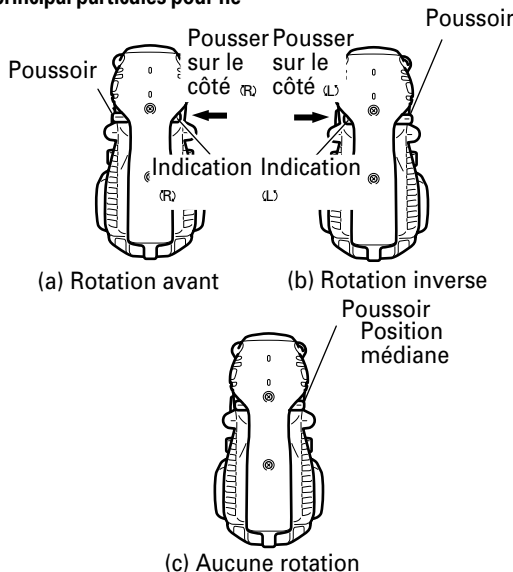

Fig. 11 Schéma, côté poignée
6. Vérifiez la direction de rotation de la mèche (Fig. 11)
Le foret tourne dans le sens des aiguilles d'une montre (vu de derrière) quand on appuie sur le côté R du bouton poussoir. (Fig. 11-a)
Appuyer sur le côté L du bouton poussoir pour faire tourner le foret dans le sens inverse des aiguilles d'une montre. (Fig. 11-b)
Le moteur ne tourne pas si le poussoir est placé sur la position médiane. (Fig. 11-c)